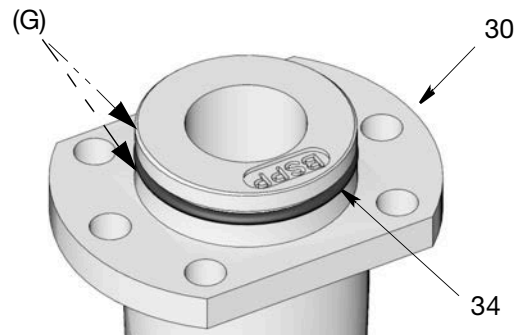

FIG. 11
14. Verifique que la junta tórica (34) de la salida esté aún en su lugar en la salida (30). Aplique una capa fina de grasa (G) en la junta tórica como se observa en la FIG. 11.